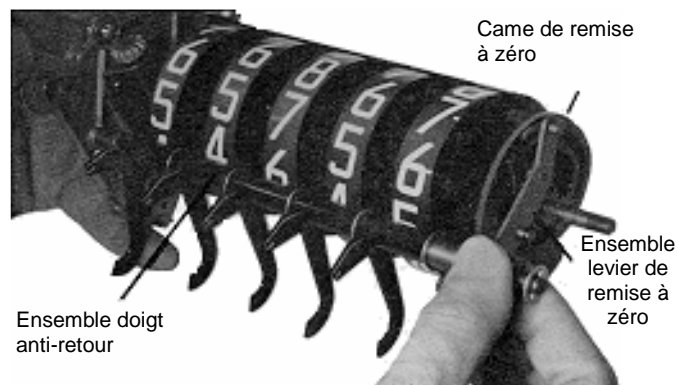

Figure 9. Démontage ensemble doigt anti-retour
b. Dégager les doigts anti-retour et l'ensemble levier d'embrayage des tambours. Voir Figure 9.